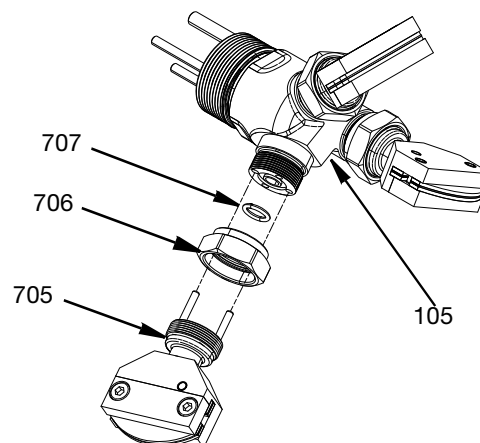

FIG. 4
1. Introduisez le joint torique (707) dans l'ensemble d'adaptateur à 3 têtes (105).
2. Placez la petite extrémité de l'écrou (706) contre l'ensemble d'adaptateur à 3 têtes (105) mais ne serrez pas le filetage.
3. Alignez les broches de l'ensemble de buse (705) et insérez-les dans l'ensemble d'adaptateur à 3 têtes (105). Serrez l'écrou (706) au couple de 20,34 N•m. Voir FIG. 4.